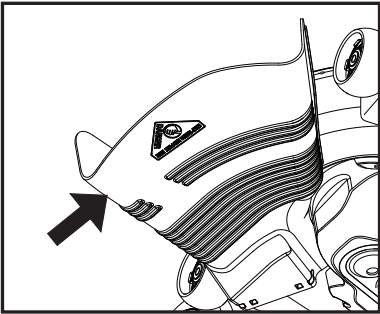

Fig. 23
**ATTENTION: N'utilisez pas la ramasse-herbe s'il y a lieu (Voir La Fig. 23).**